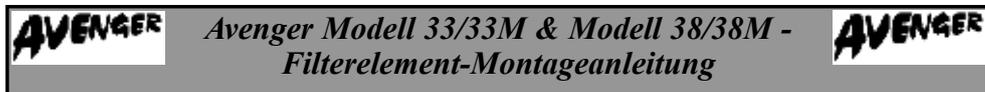

Abbildung 1 - Innenansicht von Avenger 33M
- Den O-Ring entfernen (Abbildung 1).